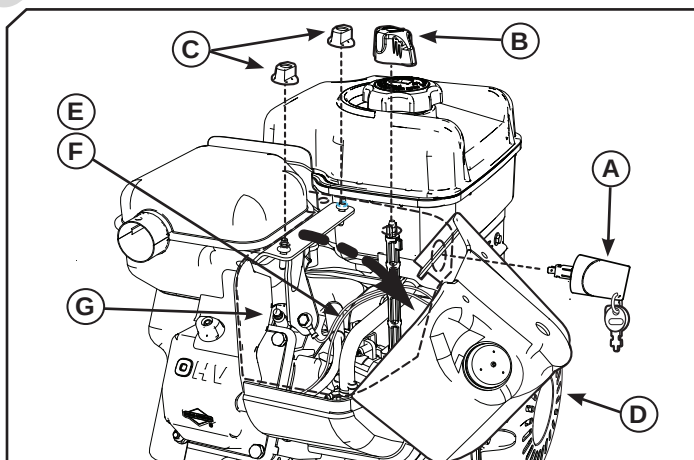

Figura 9
1. Gire la llave de ENCENDIDO y APAGADO (A, Figura 9) a la posición APAGADO o retire la llave de tire y empuje, si está equipada.
2. Agarre la perilla de control del estrangulador (B) y tírela hacia arriba para sacarla.
3. Retire los pernos de montaje o las perillas (C) de la cubierta para la nieve.
4. Levante la cubierta para la nieve (D) de la base e inclínala hacia adelante. No desconecte la manguera del cebador (E) o el cable de la llave de contacto (F).
5. Desconecte el cable de la bujía de encendido, luego retire la bujía de encendido (G) para limpiarla o reemplazarla. Consulte en **Especificaciones**.